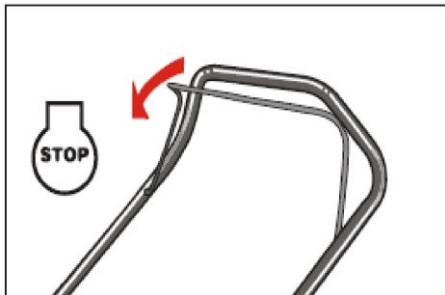

Fig.9
1. Solte alavanca de controle do freio para parar o motor e lâmina. (Fig. 9)